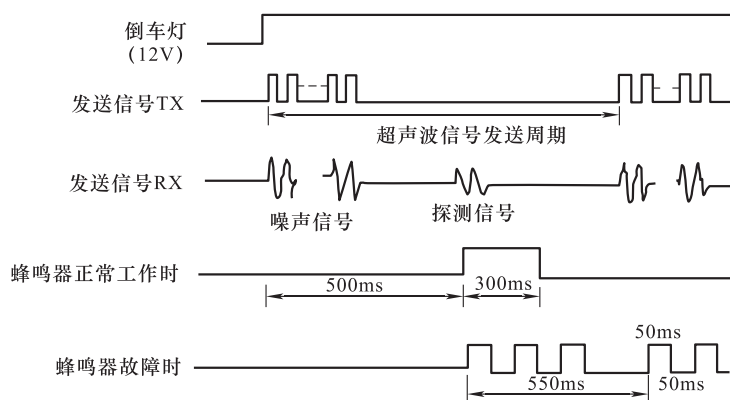

图 4-120 发射端子 TX 和接收端子 RX 的信号
(3) 示波器检测 利用示波器，可以对超声波距离传感器的发射端子 TX 和接收端子 RX 进行检测。用示波器检测时，注意要在线束连接完好的情况下，将车辆挂入倒车档，利用背查法进行，其信号应与图 4-120 所示的波形相符。